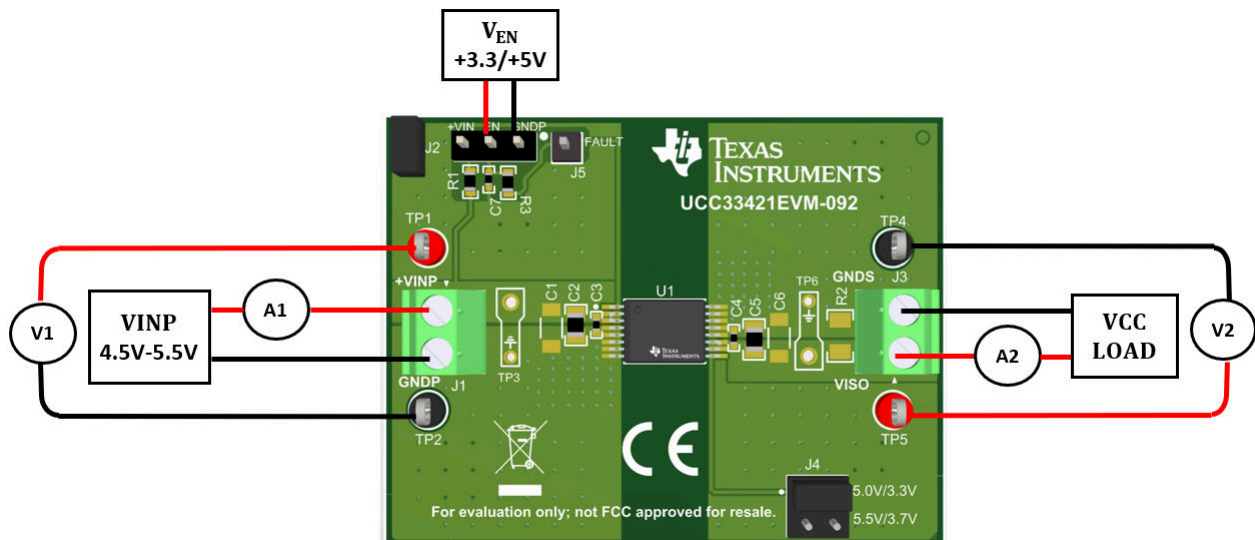

图 2-1. 典型效率测量设置
3. 在 J3:1 (V_{CC}) 和 J3:2 ($GNDS$) 之间连接一个可变负载。如果使用电子负载，则设置为恒定电流 (CC) 300mA。在 EVM 通电之前，将负载保持为禁用状态。
4. 当设置在低 mA 范围内时，某些电子负载无法调节或无法稳定 CC。通过插入电流表来监测输入电流和负载电流，如图 2-1 所示。电流探头可以与示波器结合使用，以验证由电子负载调节的直流电流的稳定性。